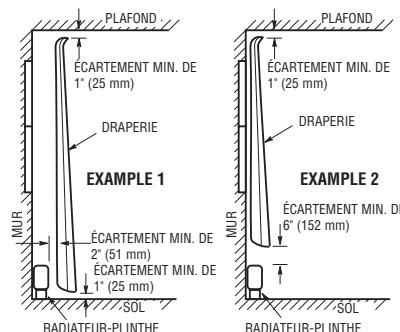

Figure 1. Positionnement de draperie près du radiateur
- ATTENTION** – Le radiateur fonctionne à des températures élevées. Maintenez les cordons électriques (dont les câbles du téléphone et de l'ordinateur), les tentures et autres parties de l'ameublement à distance du radiateur. Pour un fonctionnement sûr et efficace, nous recommandons de garder 6 pouces (152 mm) d'écartement au-dessus et devant le radiateur en permanence. Consultez la section sur les écartements et la Figure 1 pour les exigences minimales d'écartements.